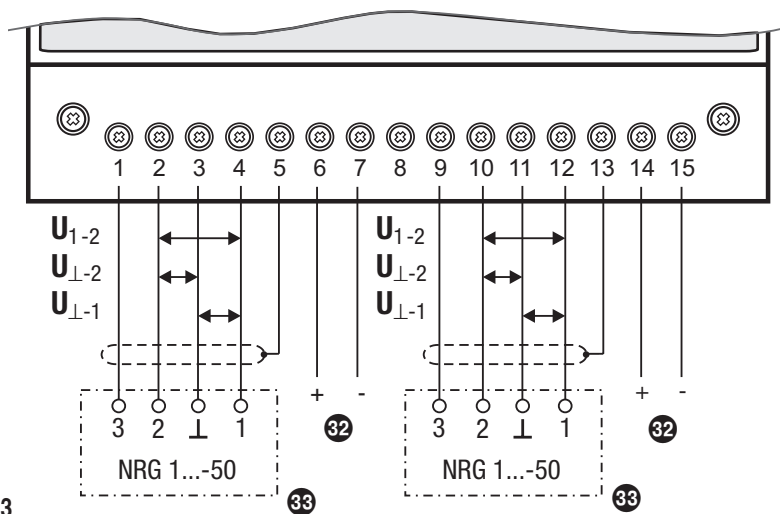

Рис. 23
6. Пропустить кабель через резьбовую кабельную муфту **16** и верхнюю часть штекера **11** и подсоединить клеммы соединительной платы **12** согласно схеме подключения. **Рис. 23**